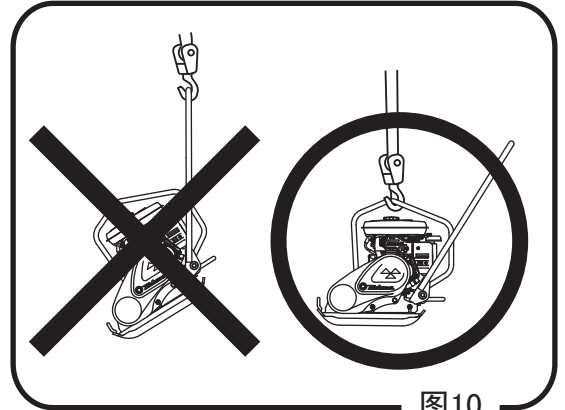

图10
3. 在防护架上的挂钩部套上吊具进行起吊。严禁在扶手上套吊具进行起吊。（图10）